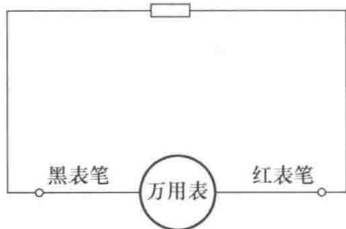

图 1-5 测量电阻连接图
5) 电阻的测量:首先将黑表笔插入“COM”插孔,红表笔插入“V/ Ω ”插孔,然后将功能开关置于“ Ω ”量程,将测试表笔连接对待测电阻上,如图1-5所示。